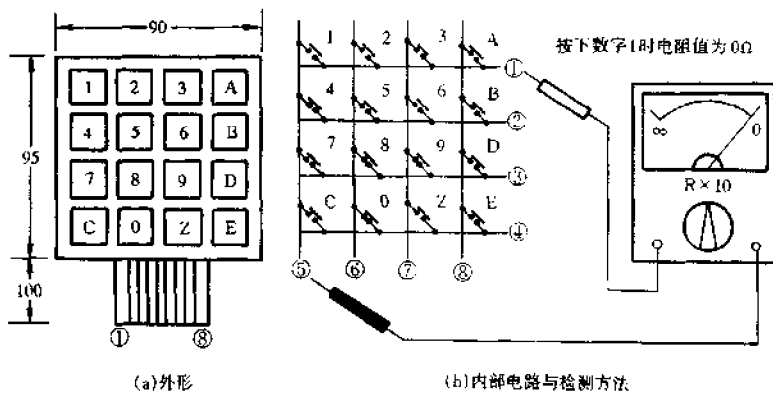

图 4-316 BLD-2 型薄膜开关的外形、内部电路及检测方法
现以国产 BLD-2 型薄膜开关为例,介绍检测方法。图 4-316 是 BLD-2 型薄膜开关的外形和内部电路图。它采用 16 键标准键盘,为矩阵排列方式,仅 8 根引出线。
参见图 4-316(b)。图中,①~⑧为引出端的序号。将万用表置于  $R \times 10$  挡,两支表笔分别接①和⑤,当用手指按下数字键 1 时,若电阻值为  $0\Omega$ ,说明①~⑤接通,当松开手指时,电阻